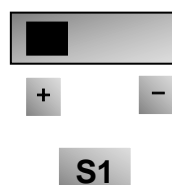

Figure 8-6
- vii. Es befindet sich ein Kippschalter S1 an der Seite der Steuerklemmen, siehe Abbildung 8-6. Mit diesem Schalter wählen Sie den Spannungseingangsbereich der Klemme AI1 aus. Für 0 bis 10V stellen Sie den Schalter auf „+“ und für -10V bis +10V auf „-“.